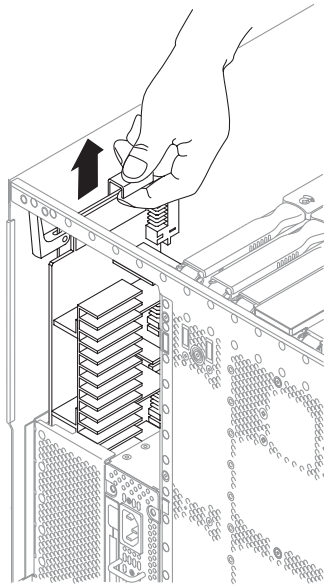

図 7-6 配電盤の取り外し
配電盤は、システム内部にあります。IB_SSC アセンブリを取り外すと、システムの背面から配電盤を扱うことができます (図 7-6)。
11. 金属製のハンドルを使用して、配電盤をシステムから引き出します (図 7-6)。ボードを ESD マットの上に置きます。